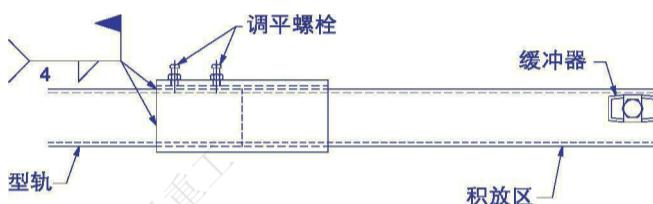

图7B. 在125-250kg系列型轨上焊接积放区
→ 配备滑车的系统，以及 125kg 或 250kg 系列的型轨(图 7B)
7.7 将积放区焊接到固定型轨的相应位置。(图 7B)
7.8 将终端缓冲器（在 7.1 步中被拆卸的）安装在积放区的末端（图 7B）